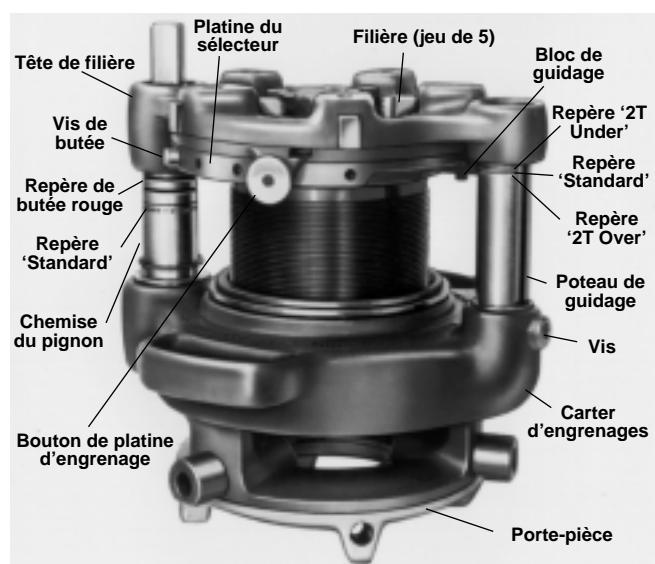

Figure 8 – Fileteuse démultipliée n° 141 avec indication des repères de la chemise du pignon et du poteau de guidage (fileteuse démultipliée n° 161 similaire)
Immobilisez le porte-pièce, puis tournez le carré de l'arbre d'entraînement ou le carter d'engrenages à la main jusqu'aux repères correspondants du poteau de guidage (Figure 8).
(Figure 8)
4. Tournez le poteau de guidage jusqu'à ce que l'encoche rectiligne soit orientée vers l'intérieur pour un filetage droit ou que l'encoche diagonale le soit pour un filetage conique. La Figure 8 montre le poteau de guidage en position de filetage conique.
1. Enlevez la vis de blocage de la platine du sélecteur (Figure 8).
2. Tirez sur les boutons et tournez la plaque à cames jusqu'au repère CD de la tête de filière (Figure 8).
3. Retirez le jeu de filières usées et installez le nouveau jeu de filières (*Figure 8*).